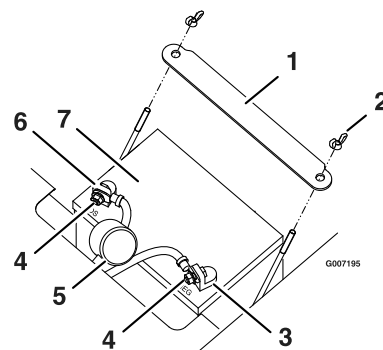

Figure 38
4. Débranchez le câble négatif (noir) de mise à la masse de la borne de la batterie (Figure 38). Mettez les fixations de côté.
6. Enlevez la sangle de maintien de la batterie (Figure 38) et ôtez la batterie de son support.
- Placez la batterie dans son support en tournant les bornes vers la position de fonctionnement (Figure 38).
- Fixez la batterie en place à l'aide de la sangle de maintien (Figure 38).